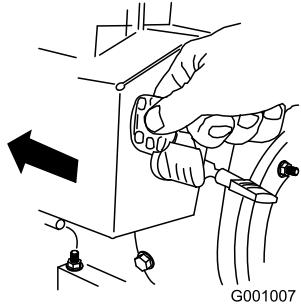

Figura 24
5. Inserite la chiave di accensione (Figura 24).